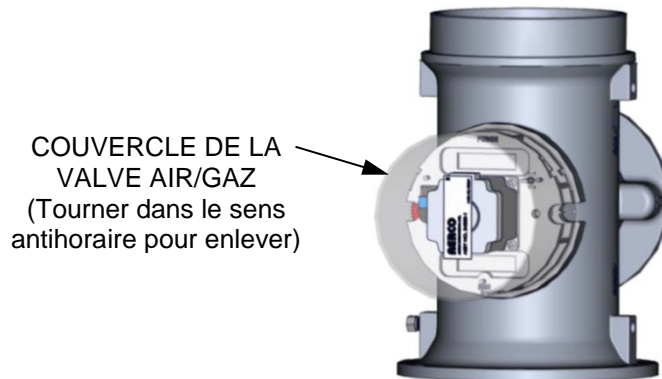

Figure 5-7. Emplacement type du couvercle de la valve air/gaz
2. Retirer le couvercle de la valve air/gaz en le tournant dans le sens antihoraire pour le déverrouiller (voir la figure 5-7).
3. Retirer le couvercle de la valve air/gaz (voir la figure 5-7) en le tournant dans le sens antihoraire pour le déverrouiller et en levant pour le retirer.